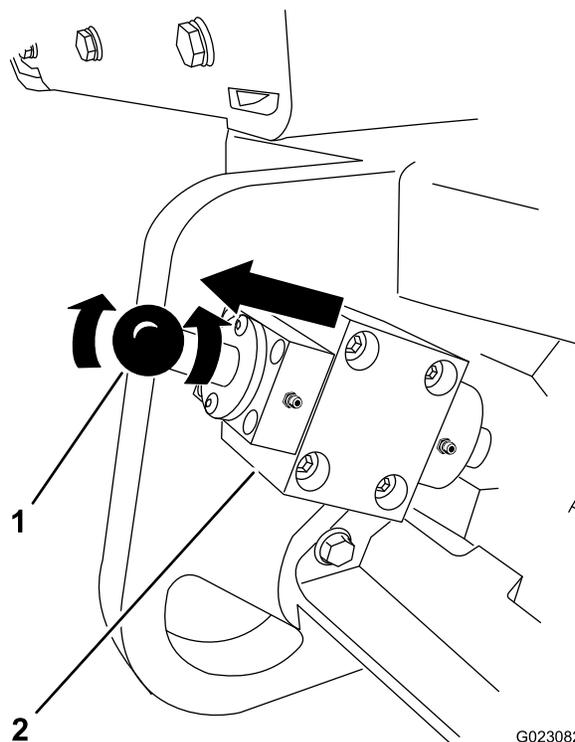

Figure 30
5. Tirez légèrement sur le pommeau du frein de stationnement et tournez-le d'environ 90° dans le sens horaire ou jusqu'à ce que le plongeur soit desserré (Figure 30).
1. Tirez à fond sur la poignée du frein de stationnement et tournez-la d'environ 90° dans le sens horaire ou jusqu'à ce que le frein s'enclenche en position levée-verrouillée (Figure 30).